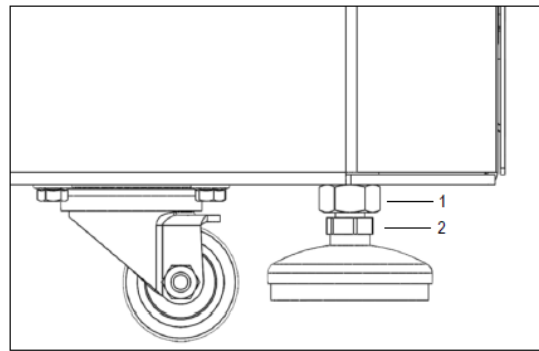

Figure 3
- Seulement FC5917RF et FC5917RF Short : Déplacer la centrifugeuse à l'endroit prévu. Dévisser le contre-écrou (1) à l'aide d'une clé plate AF M16 (voir **figure 3**). Abaisser les pieds de l'appareil (2) à l'aide d'une clé plate AF M13 jusqu'à ce qu'ils reposent fermement sur la surface du sol. La centrifugeuse doit maintenant être mise à niveau horizontalement à l'aide des quatre pieds de l'appareil. Pour ce faire, montez le rotor associé sur l'arbre du moteur et placez un niveau à bulle dessus. Après avoir mis à niveau les pieds de l'appareil, serrez le contre-écrou. Les rouleaux ne doivent plus toucher le sol.